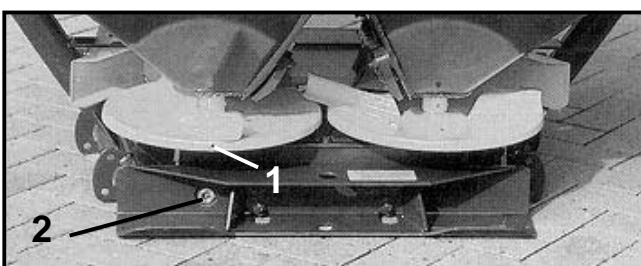

Fig. 9.1
5. Das Getriebe ist unter normalen Einsatzbedingungen wartungsfrei. Das Getriebe ist werkseitig mit ausreichend Getriebeöl ausgeliefert. **Der Ölstand muß am "Ölstandsauge" (Fig. 9.1/2) sichtbar sein.** Ein Nachfüllen von Öl ist i. d. R. nicht erforderlich. Äußere Anzeichen, z. B. frische Ölflecke auf der Abstellfläche oder an Maschinenteilen und/oder laute Geräuschentwicklung deuten jedoch auf eine Ölundichtigkeit des Getriebegehäuses hin. Ursache ermitteln, beseitigen und Öl auffüllen.